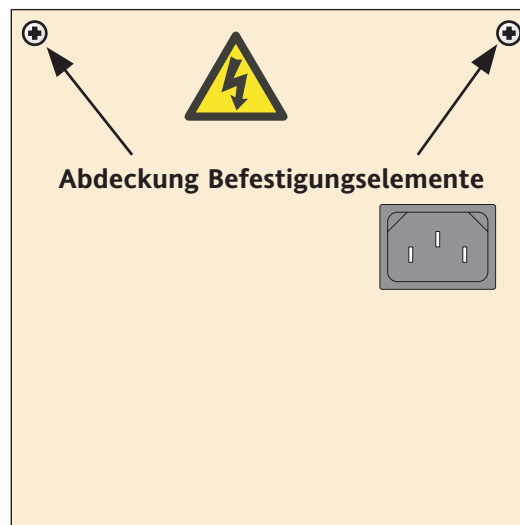

Abbildung 11.2.2a Positionen der Befestigungselemente
2. Entfernen Sie auf der Rückseite des Schreibers die Befestigungselemente der Abdeckung (Abbildung 11.2.2a). Legen Sie die Elemente zwecks späterem Zusammenbau zur Seite.